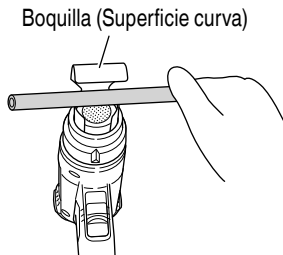

Fig. 16
4. Formación de tubos de resina (Fig. 16)